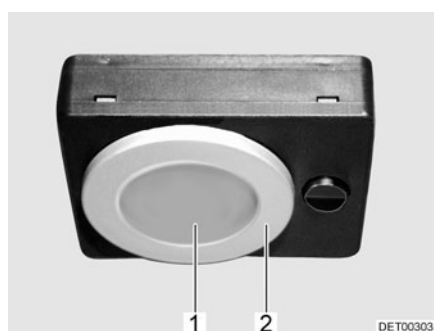

Fig. 172 Lámpara halógena sobre revoque (plana)
- Girar el anillo de cubierta (Fig. 172,2) un cuarto de vuelta y quitarlo.
- Soltar el disco cobertor (Fig. 172,1) de las salientes de sujeción y quitarlo.